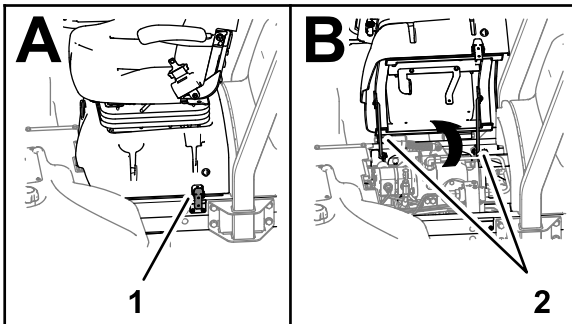

Bild 4
Schließen Sie immer die Stromunterbrecheranschlüsse ab, bevor Sie an den Mähwerken arbeiten (Bild 4).
1. Entriegeln Sie das Sitzunterteil, klappen Sie den Sitz und das Sitzunterteil auf und stützen Sie es mit den Stützstangen ab (Bild 4).